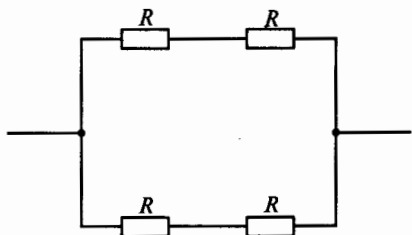

Рис. 18
**1.32.** Каково эквивалентное сопротивление цепи, показанной на рис. 18, если все резисторы в ней имеют одинаковое сопротивление  $R$ ?